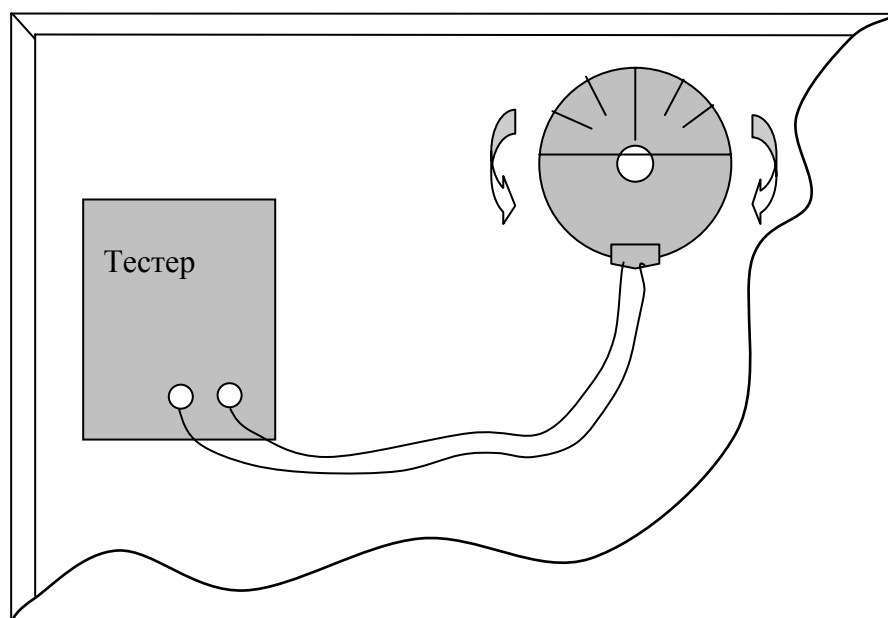

Рис.2 Настройка извещателя
- 4.4.1. Подключите тестер к контактам К1, К2 (рисунок 2).